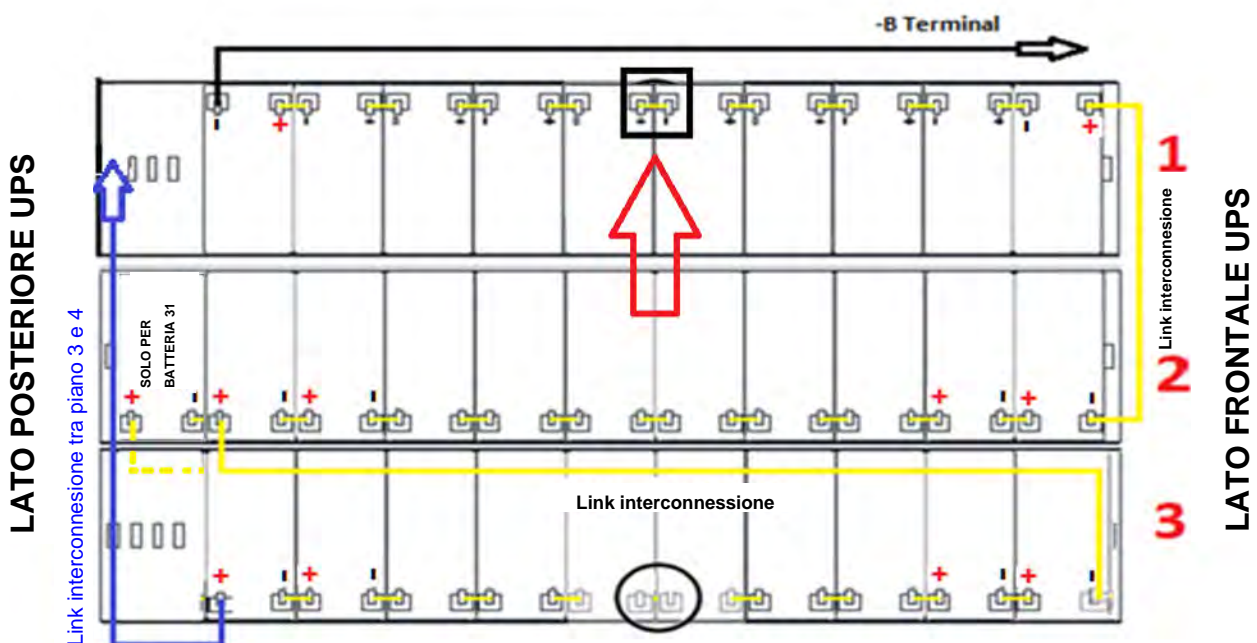

Figura 25 - Vista dall'alto piano N°1 con connessioni batterie
- 19) Dal lato destro dell'UPS estrarre parzialmente il cassetto n°1 e inserire il ponticello mancante come indicato in figura 25.